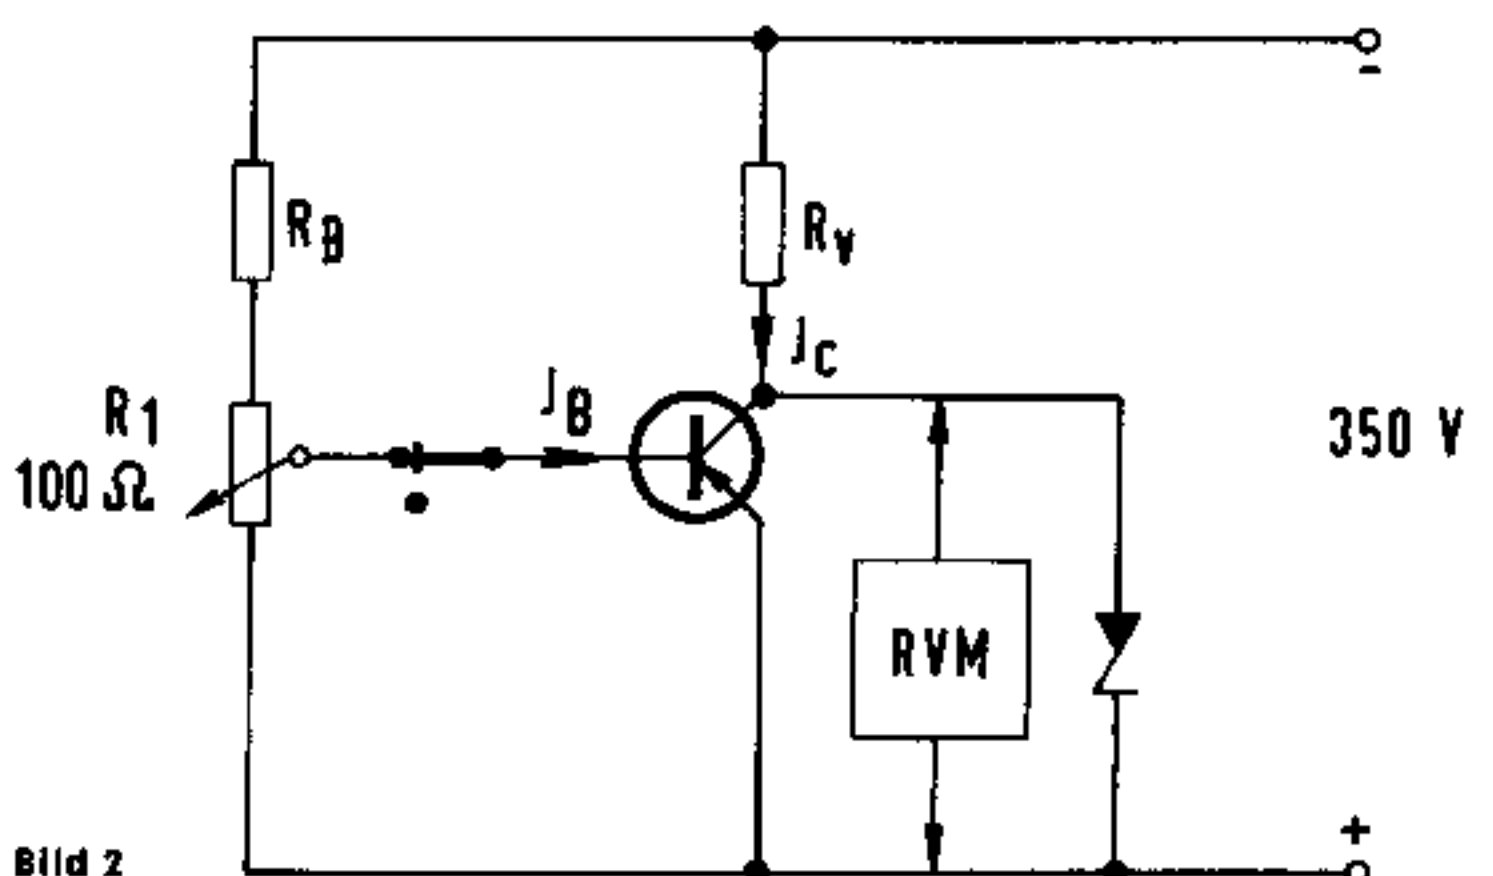

Bild 2
1. Messen der Durchbruchspannung U_{CE0} (Bild 2)
2. Messen des Leistungsdurchbruchs („Second Breakdown“ Bild 2)
Mit der Meßschaltung nach Bild 2 wird mittels des zwischen Kollektor und Emitter liegenden Universal-Voltmeters die U_{CE0} gemessen. Die Basis ist offen und der Widerstand R_V ist so einzustellen, daß $I_E = 100$ mA beträgt.
Der sekundäre Durchbruch tritt bei örtlicher Überhitzung in der Sperrschicht auf. Dieser Effekt rührt von einer heißen Stelle in der Sperrschicht her, die sich durch Konzentration des Stromes auf eine kleine Fläche bildet. Der Basisstrom fließt vom ringförmigen Basisanschluß in radialer Richtung einwärts durch die dünne Basisschicht zwischen Emitter und Kollektor. Da dieser Weg einen Widerstand aufweist, entsteht ein Spannungsgefälle, welches den Kollektorstrom in der Mitte der Basis konzentriert. Betreibt man den Transistor wiederholt im Bereich des sekundären Durchbruchs, so wird nach und nach die Sperrschicht zerstört, bis Emitter und Kollektor kurzgeschlossen sind. Diese Erkenntnis ist sehr wichtig, leider aber noch nicht allgemein bekannt. Immer wieder „sterben“ in Schaltungen Leistungstransistoren, die dem ersten Anschein nach mit den vom Hersteller angegebenen Grenzdaten nicht überfordert wurden. Die zulässige Gesamtverlustleistung eines Transistors ist abhängig von der Spannung U_{CE} . Für die für den SV 40 geeigneten Transistoren wurde mit den Transistorherstellern ein Wert festgelegt, aus dem sich nach $J = \frac{N}{U}$ bei $U_{CE} = 50 \text{ V}$ ein Strom von 350 mA ergibt. Der Vorwiderstand R_V in Bild 2 ist entsprechend einzustellen. Die Prüfung erfolgt nun so, daß der Schleifer von R_1 vom oberen Anschlag (der Transistor ist leitend, also niederohmig) nach unten in Richtung „hochohmig“ gedreht wird. Der Strom J_c bleibt wegen des relativ hohen Innenwiderstandes der Stromversorgung durch R_V annähernd konstant.